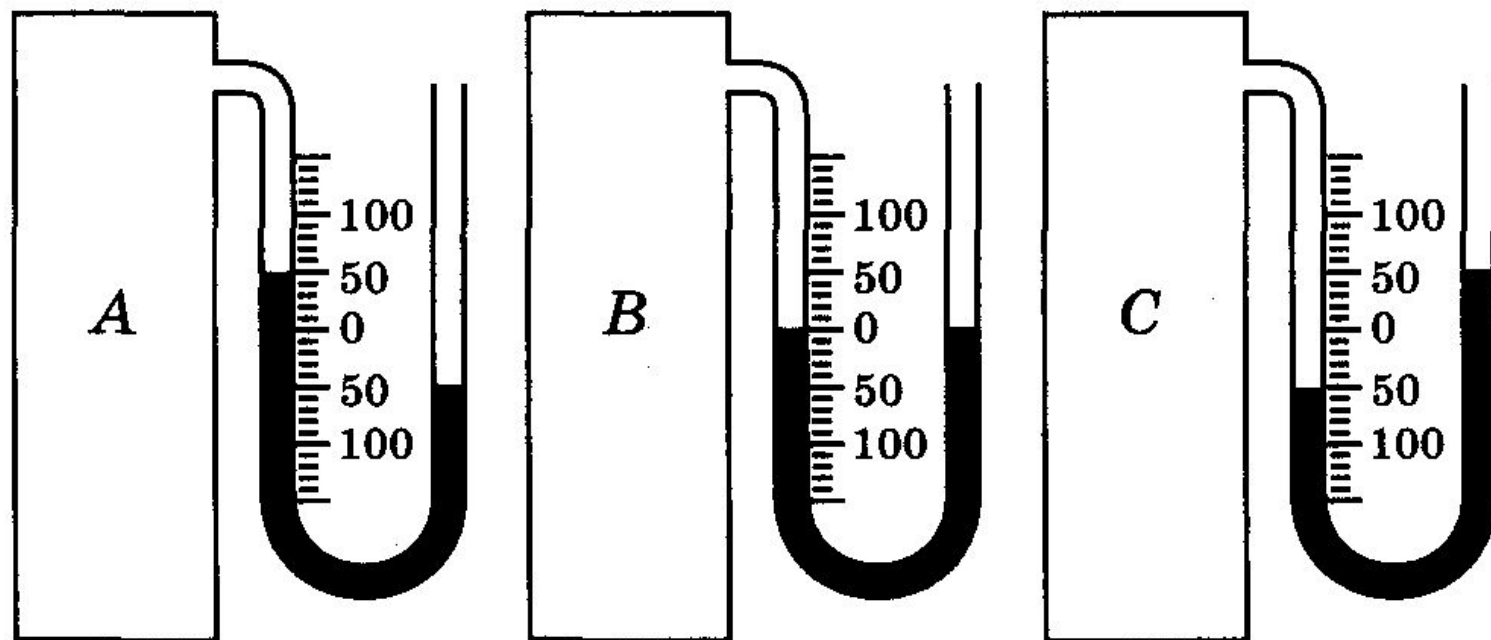

Рис. 179
5. Открытые жидкостные манометры соединены с сосудами (рис. 179). В каком из сосудов давление газа равно атмосферному давлению; больше атмосферного; меньше атмосферного давления?